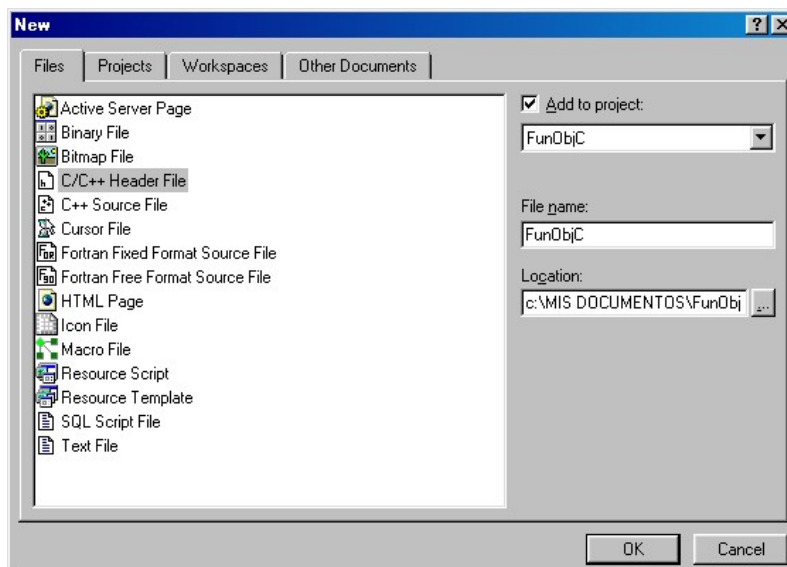

Figura 1.11.3. Cuadro de diálogo “New - Files” de Microsoft Visual C++ 6.0.
11. Asígnele como nombre del archivo (File name) FunObjC y ubíquelo (Location) en algún lugar de su preferencia7, como se muestra en la figura 1.11.3.